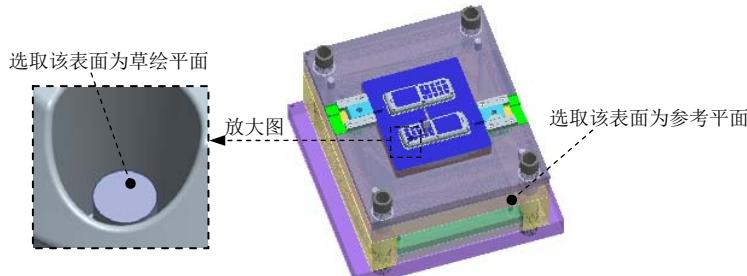
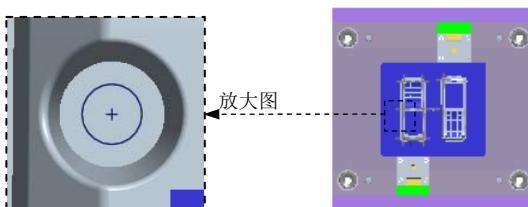
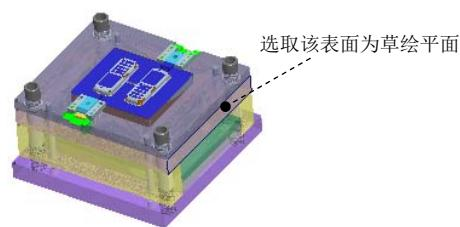
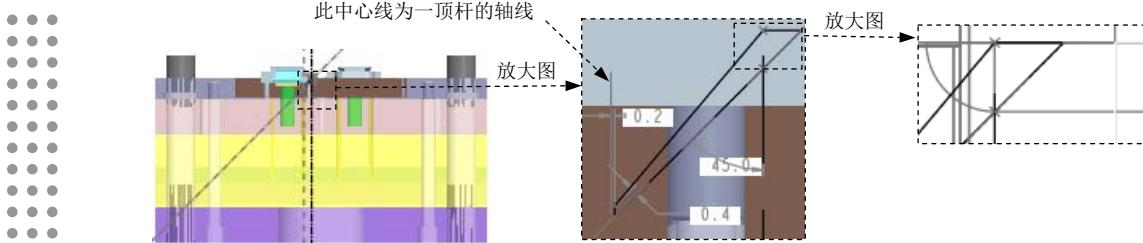

图 31.80 定义草绘平面
图 31.81 草绘参考
图 31.82 定义草图参考
图 31.83 截面草图
统弹出“草绘”对话框；选择图 31.80 所示的表面为草绘平面，选择图 31.80 所示的工作侧面为参考平面，方向为 **右**；选取图 31.81 所示的 12 个圆为草绘参考，草图为与圆心重合的 12 个点。完成截面的绘制后，单击“草绘”操控板中的“确定”按钮 。
Step2. 创建顶杆修剪面。在屏幕右下角的“智能选择栏”中选择“几何”选项。按住 Ctrl 键，选取图 31.80 所示的表面（12 个圆柱的端面），单击 **模型** 功能选项卡 **操作** ▾ 区域中的“复制”按钮 。单击“粘贴”按钮 。在“曲面：复制”操控板中单击 按钮；单击 **EMX 常规** 功能选项卡 **工具** ▾ 控制区域中的 按钮后面的 ，在下拉菜单中选择 **识别修剪面** 按钮，系统弹出“顶杆修剪面”对话框。单击对话框中的 ，系统弹出“选择”对话框，选取步骤(1)复制的曲面为顶杆修剪面，在“选择”对话框中单击 **确定** 按钮，然后单击“完成”按钮 。
Step3. 定义顶杆。单击 **EMX 工具** 功能选项卡 **顶杆** 控制区域中的 按钮，系统弹出“顶杆”对话框；在对话框中的 **DM1 直径** 下拉列表中选择 2.0，取消选中 **自动长度** 复选框，在 **LG1 长度** 下拉列表中选择 125，在对话框中选中 **按面组/参照模型修剪** 复选框；单击对话框中的 **(1) 点** 按钮，系统弹出“选择”对话框，选取 Step2 创建的任意一点，单击“完成”按钮 ，关闭对话框；单击 **EMX 常规** 功能选项卡 **视图** 控制区域中的 按钮，在弹出的快捷菜单中选择 **动模**。
Step4. 创建潜伏式浇口。单击 **模型** 功能选项卡 **切口和曲面** ▾ 区域中的 按钮，此时系统弹出“旋转”操控板；选取 MOLD_RIGHT 基准平面为草绘平面，然后选取图 31.82 所示的表面为参考平面，方向为 **右**；绘制图 31.83 所示的截面草图，完成截面的绘制后，单击“草绘”操控板中的“确定”按钮 ；在“旋转”操控板中单击 按钮，完成特征的创建。